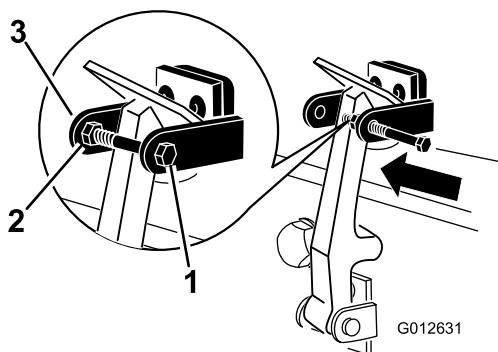

Figure 16
7. Vissez le boulon dans l'autre bras du support du loquet pour bloquer le loquet en position (Figure 16).